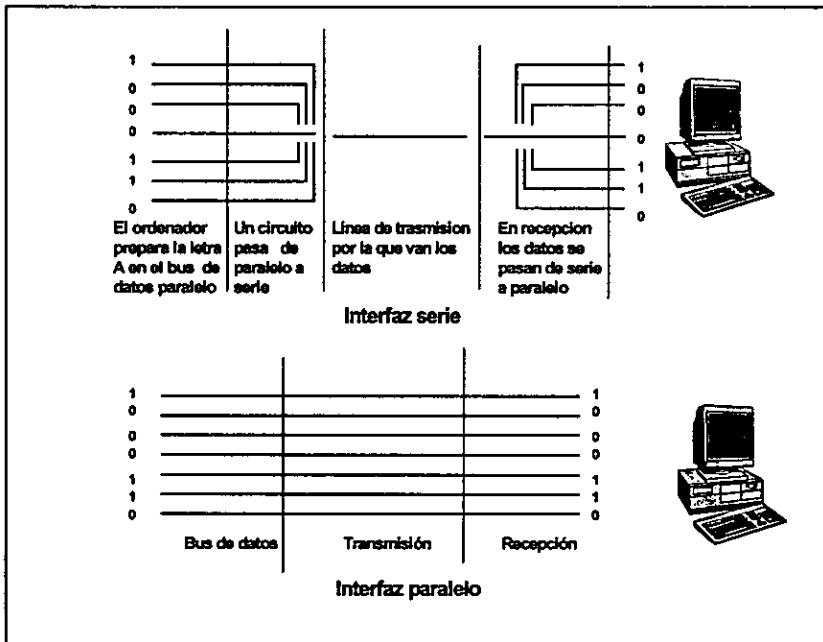

Figura 8.5 Diferentes señales que se manejan en los tipos de transmisión.
**Interfaz Serie.** Es aquella en que los datos son enviados bit a bit, uno tras otro, utilizando un único canal, independientemente del código, tipo de transmisión, velocidad, etc. (ver Figura 8.5). La interfaz necesita de sólo tres conductores, sin incluir señales de control y es la forma de transmitir datos a larga distancia, pero a velocidades bajas.